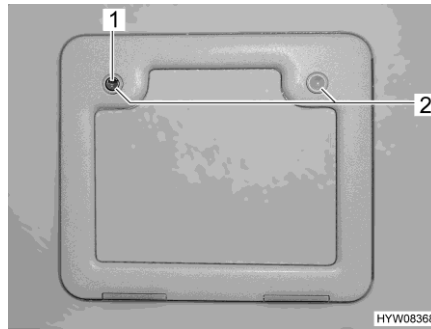

Bild 111 Lucka (latrintank)
- Öppna luckan till latrintanken på fordonets utsida. Stick för detta in nyckeln i låscylindern i trycklåset (Bild 111,1) och vrid den ett kvarts varv medurs.
- Tryck samtidigt in de två trycklåsen (Bild 111,2) med tummarna och öppna luckan för latrintanken.